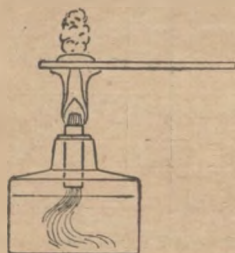

Рис. 7. Выпаривание жидкости на жестяной пластинке.
**Задача 4.** Взболтайте порошки с водой. Если возникнет вопрос, не растворилась ли часть порошка в воде, профильтруйте несколько капель жидкости на чистую жестяную пластинку и выпарьте над пламенем лампочки досуха (рис. 7).